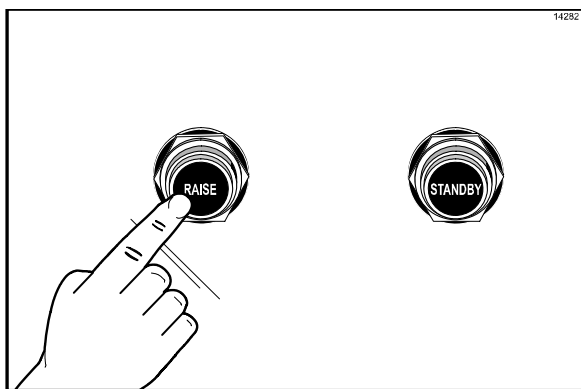

Figure 27
2. Appuyer sur le bouton RAISE (lever) pour mettre la plaque supérieure en position OPEN (ouverte) et recommencer la cuisson (Cf. Figure 27).